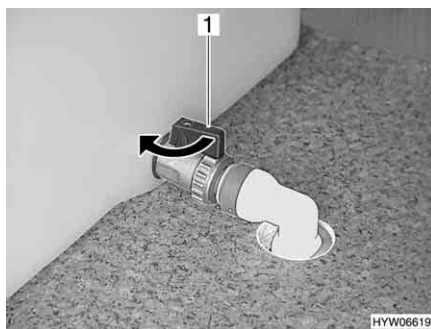

Fig. 207 Serbatoio dell'acqua
- Ruotare il rubinetto di scarico acqua (Fig. 207,1) sul serbatoio dell'acqua nella direzione **opposta** a quella della freccia. L'acqua fuoriesce.